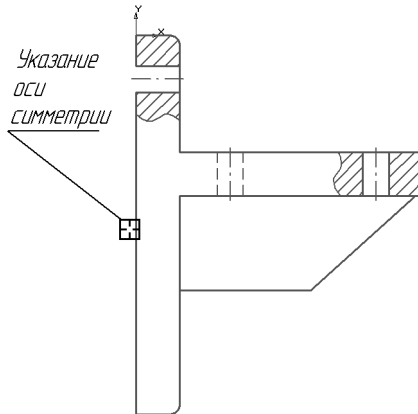

Рис. 54.8. Указание оси симметрии
4. Нажмите кнопку **Выбор базового объекта** на Панели специального управления и укажите курсором вертикальный отрезок *Кронштейна*, как это показано на рис. 54.8.